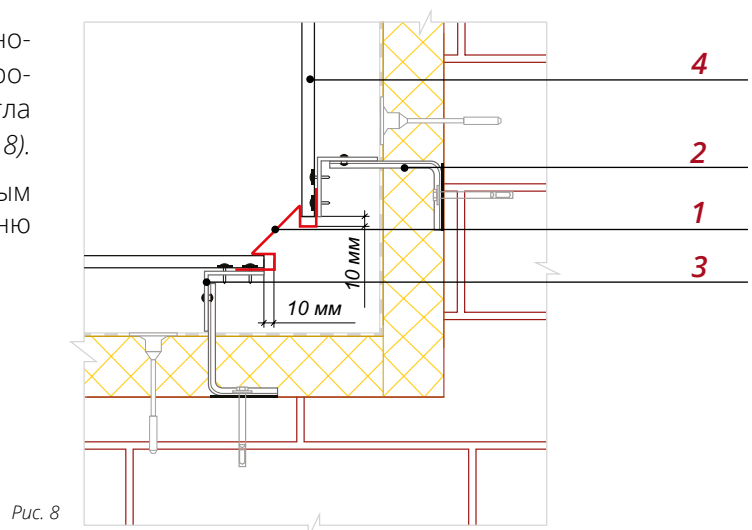

Рис. 8
- На внутреннем углу фасада необходимо установить два крепежных кронштейна **2** и крепежные профили **3** так, чтобы можно было закрепить Планку угла внутреннего **1** и примыкающие к ней панели **4** (рис.8).
- Закрепите Планку угла внутреннего к крепежным профилям, предварительно выставив ее по уровню. См. схему на рис.8.